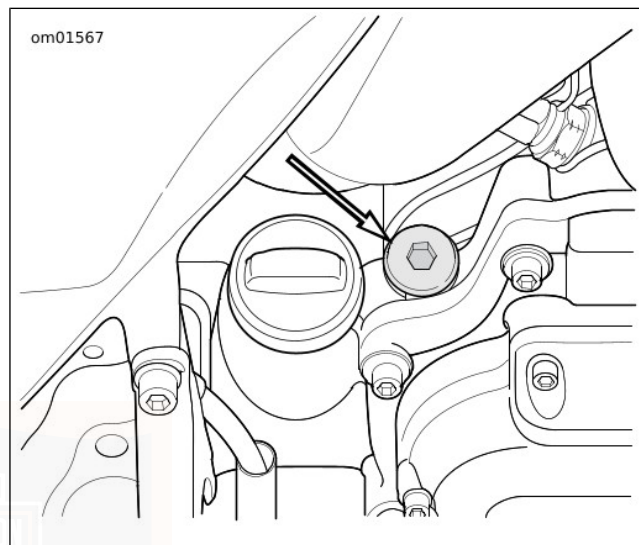

Abbildung 102. Lage des Getriebeeinfüllverschlussstopfens/Ölmesstabs
2. Siehe Abbildung 102. Den Getriebeeinfüllverschlussstopfen/Ölmessstab entfernen. Den Ölmessstab sauber wischen.